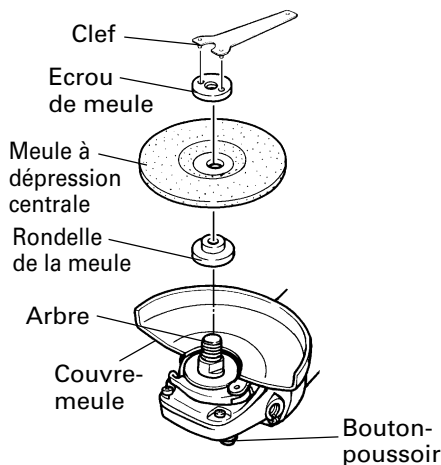

Fig. 5
S'assurer que la bouton-poussoir n'est pas engagée appuyant dessus deux ou trois fois avant de mettre la meuleuse en marche. (Fig. 5)
- (1) Mettre la meuleuse à l'envers de façon que l'arbre soit dirigé vers le haut.
- (2) Aligner les aplats en couronne de la rondelle de meule sur l'encoche de l'arbre, puis les fixer.
- (3) Positionner la protubérance de la meule à dépression centrale sur la rondelle de meule.
- (4) Visser l'écrou de meule sur l'arbre.
- (5) Tout en poussant sur la bouton-poussoir avec une main, verrouiller l'arbre en tournant doucement la meule à dépression centrale avec l'autre main. Serrer l'écrou de meule en utilisant la clef fournie comme montré sur la Fig. 5.